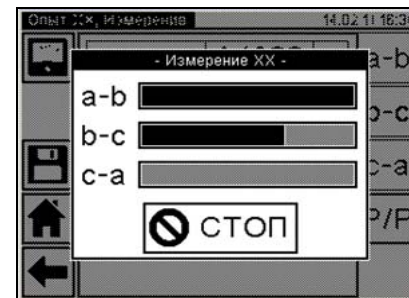

Рисунок 6.20
16) Выполнить измерение, для чего нажать кнопку  в окне "Опыт XX. Измерение" (рисунок 6.19). На экране появится окно, демонстрирующее динамику процесса измерения (рисунок 6.20). При необходимости процесс измерения может быть остановлен нажатием кнопки . По завершении измерения на экран будут выведены результаты измерения (рисунки 6.21, 6.22). Для просмотра всех результатов поочередно нажимать на вкладки "a-b" (рисунок 6.21), "b-c", "c-a", "P/P" (рисунок 6.22).